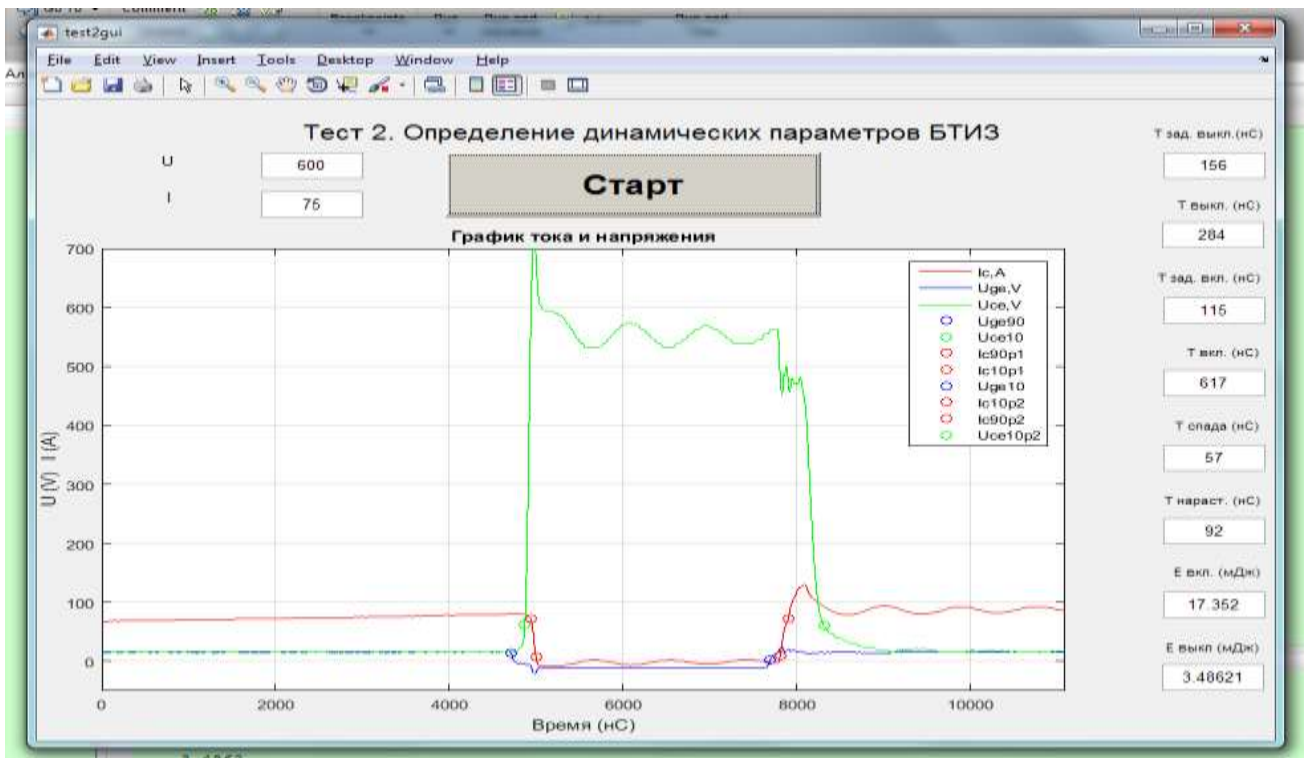

Рис. 16
При совместной обработке полученных осциллограмм (см. ТЗ, рис. 5) определяют времена задержки включения, нарастания, задержки выключения и спада БТИЗ. Устанавливают соответствие полученных значений результатам измерения тестером (рис. 16).
9.8. При отсутствии сбоя в ходе эксперимента после его окончания на мониторе отображаются его результаты (рис. 16). В окнах справа – значения динамических параметров БТИЗ: времени задержки выключения, времени выключения, времени задержки включения, времени включения, времени спада, времени нарастания, энергии включения и энергии выключения, в центре – графики тока коллектора, напряжения затвор-эмиттер, напряжения коллектор-эмиттер.